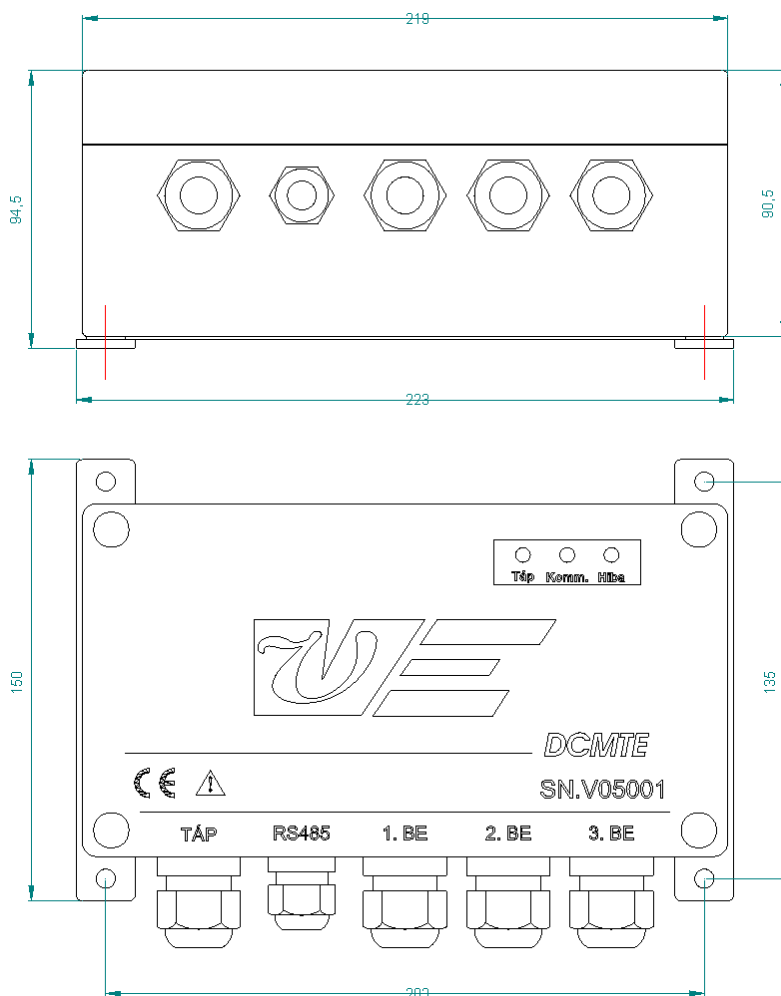

Рис. 1: Устройство DCMTE
1. Устройство монтируется в корпус из стекловолоконного пластика. Электрические выводы присоединяются к устройству через сальник, обеспечивая механическую защиту IP64. Изображение устройства видно на Рис.1. Указаны габаритные размеры. Описание назначения трёх светодиодов см. в п. 3.2
Надписи на Рис.1: